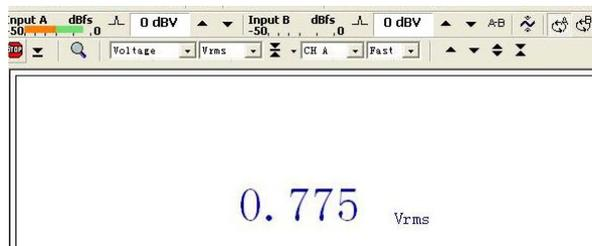

图3-26
1) 用鼠标点击硬件控制快捷栏的  图标环路A通道, 点击  图标播放1kHz的正弦信号(实际是1031Hz), 鼠标点击分析模式快捷选择栏  (或按键盘F4键) 调用如图3-26的“Multi-Meter”万用表的电平测量功能。出现信号盒A内部循环的数据0.775Vrms, 校正结果OK。